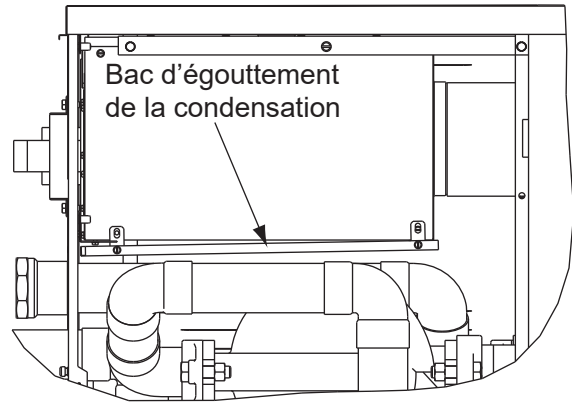

Figure 9. Installation du drain de condensation
5. Optionnel – Dans le cas d'une installation où de la condensation peut se former sur le conduit d'apport d'air, installez le bac d'égouttement à la base du boîtier du filtre à air et fixez-le en place à l'aide des quatre vis fournies (s'assurer que le bac est légèrement incliné vers l'arrière, comme indiqué à la **Figure 9**).